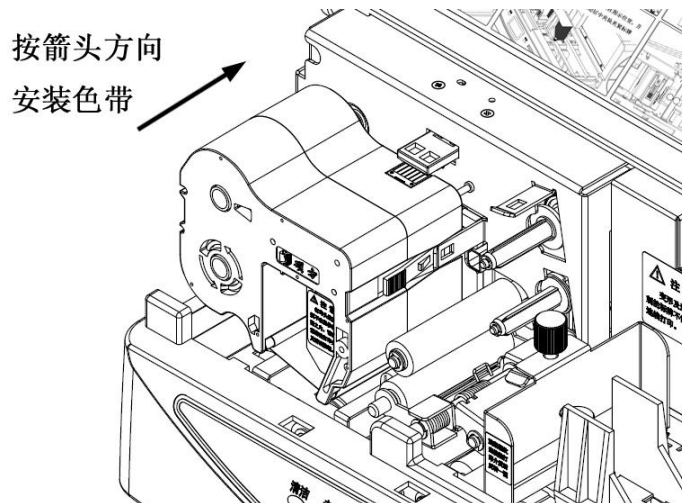

图 7
2. 如图 7 所示，在贴博士 K68 系列标牌机上装上色带，并沿箭头方向将色带推到位。